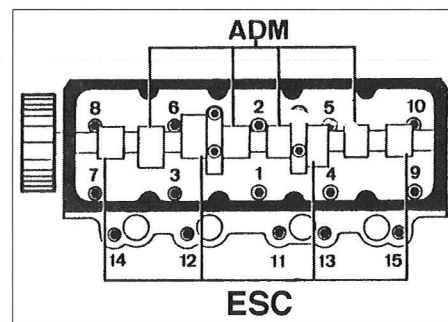

Fig. 6
- Apertar a cabeça pela ordem indicada (Fig. 6), depois de ter lubrificado os parafusos, porcas e anilhas.